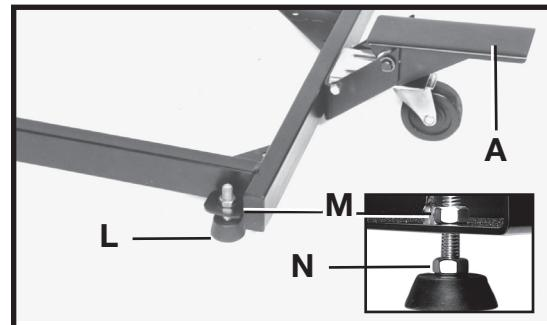

Fig. 6
3. La base mobile doit être au niveau de la surface du sol lorsque le levier de commande à pied (A), fig. 6, se trouve en position relevée. Les deux pieds en caoutchouc (un des pieds est illustré en [L], fig. 6) doivent être en contact avec la surface du sol. Pour relever ou descendre chaque pied en caoutchouc, desserrer l'écrou hexagonal (M) et tourner l'écrou (N), situé directement au-dessus du pied en caoutchouc, vers le haut ou le bas. Après avoir effectué le réglage, serrer l'écrou hexagonal (M).
**IMPORTANT :** relever le levier de commande à pied (A), fig. 6, et s'assurer qu'il est en position verrouillée avant de mettre la machine sur la base mobile.